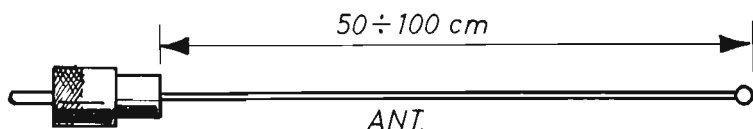

Fig. 6 - Interpretazione teorica del secondo tipo di elemento captatore di segnali AF descritto nel testo e rappresentato da una antenna a stilo.
**Fig. 6 - Ai nostri lettori vogliamo ricordare con questo disegno che, con il condensatore variabile C2 del trasmettitore completamente aperto, cioè in condizioni di minimo valore capacitivo, la frequenza di emissione assume il suo valore massimo e viene normalmente ricevuta sull'estremità sinistra della scala parlante del ricevitore radio (1,6 KHz). Al contrario, con il condensatore variabile C2 chiuso, cioè in condizioni di massimo valore capacitivo, la frequenza di emissione del trasmettitore raggiunge il minimo valore; essa viene normalmente ricevuta sull'estremità destra della scala parlante del ricevitore radio.**
Il secondo tipo di elemento captatore di segnali a radiofrequenza è costituito da una semplice antenna, di tipo a stilo, della lunghezza di  $50 \div 100$  cm. Questo tipo di antenna che potrà essere acquistata direttamente in commercio, si potrà realizzare anche con del filo metallico, di rame o di acciaio armonico, del diametro di  $2 \div 3$  mm. I disegni riportati nelle figure 6 - 7 interpretano teoricamente e praticamente questo secondo tipo di sonda captatrice.